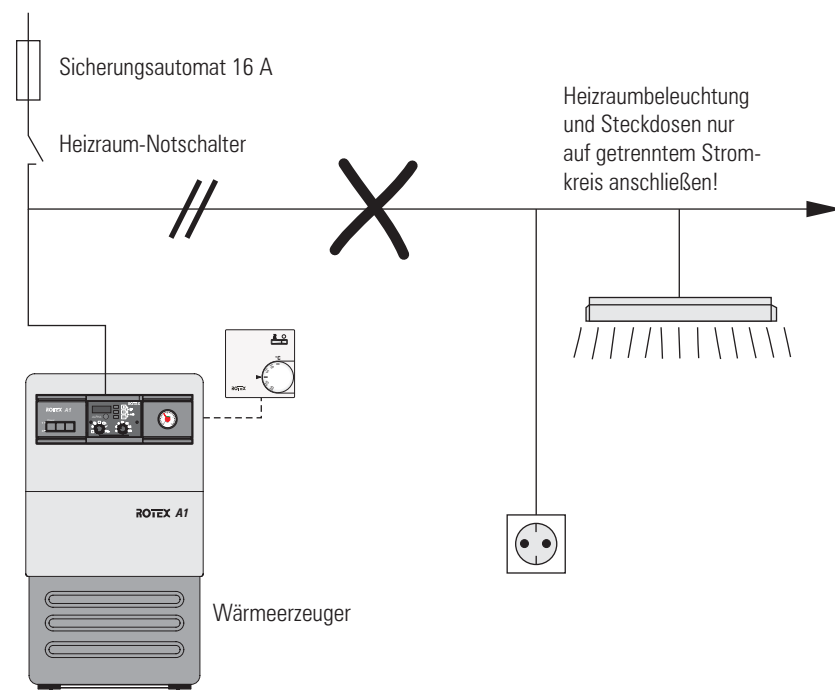

Bild 6-1 Netztrennung von Heizung zu anderen elektrischen Verbrauchern
- Der Netzanschluss der Heizungsanlage (Kesselschaltfeld – Regeleinrichtung) muss als eigenständiger Stromkreis ausgebildet sein. Es dürfen weder Leuchtstofflampen noch andere als Störquelle in Frage kommenden Maschinen angeschlossen werden bzw. anschließbar sein (Bild 6-1).